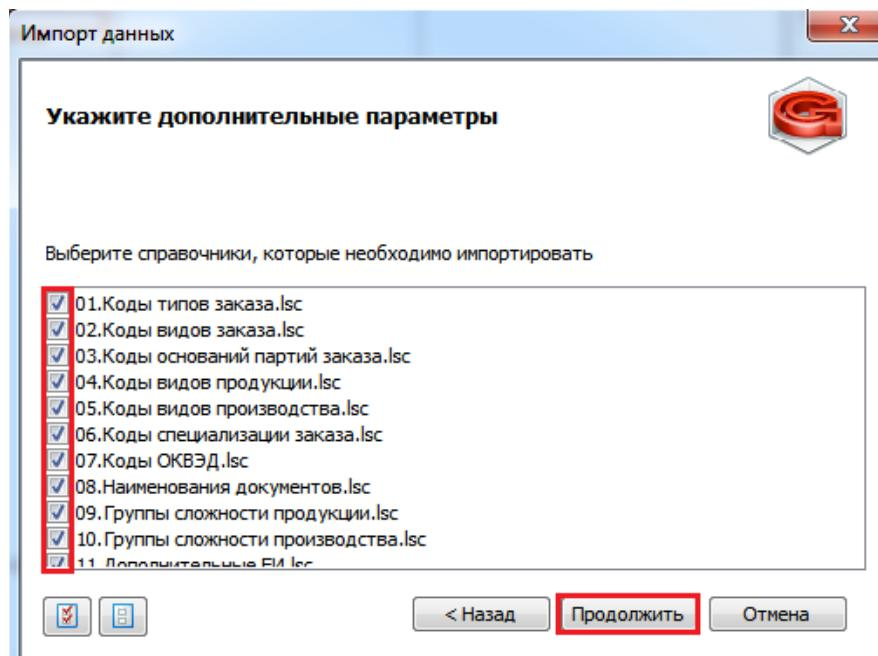

Рисунок 254: Пример выбора справочников для импорта в целевую БД
- 4.1 Выделить галками справочники, которые необходимо импортировать в целевую БД, после чего нажать кнопку **Продолжить** (рис. 254).